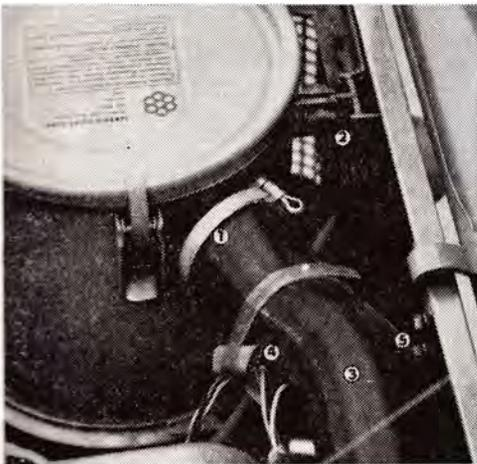
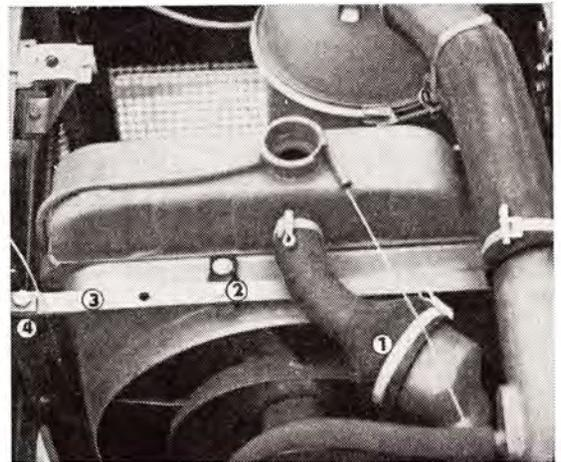

Abb. 6
Abb. 7
Im Rohr ist der Wärmeregler angeordnet. Der Ableitungsstutzen des Wärmereglers ist mit dem Kühler durch einen Gummischlauch (Abb. 7) verbunden.
1. Die Schelle des Gummischlauches am Luftfilter (Abb. 6/1) ist zu lösen und der Schlauch aus dem Rohr herauszunehmen.
2. Die Schraube M 10, welche den Filter am Haubenhalter (Abb. 6/2) befestigt, ist auszusrauben.
2. Die Schellen der Gummischläuche, welche den Kühler mit der Pumpe und den Ableitungsstutzen des Wärmereglers mit dem Kühler (Abb. 7/1) verbinden, sind zu lösen und die Gummischläuche sind abziehen.
3. Die Elektrokabel zu den Scheinwerfern (Abb. 6/4) sind abzutrennen und die Schraube M 6 (Abb. 7/2) des Kühlerstrebenhalters (Abb. 7/3) ist auszusrauben.